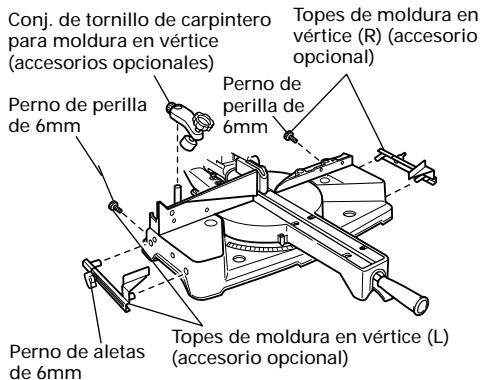

Fig. 44
- (1) Las topes de moldura en vértice (L) y (R) (accesorios opcionales) permiten facilitar los cortes de la moldura en vértice, sin inclinar la hoja de sierra. Instálelas en ambos lados de la base, tal como se muestra en la Fig. 44. Después de la inserción, apriete el perno de perilla de 6mm para asegurar los topes de moldura en vértice.